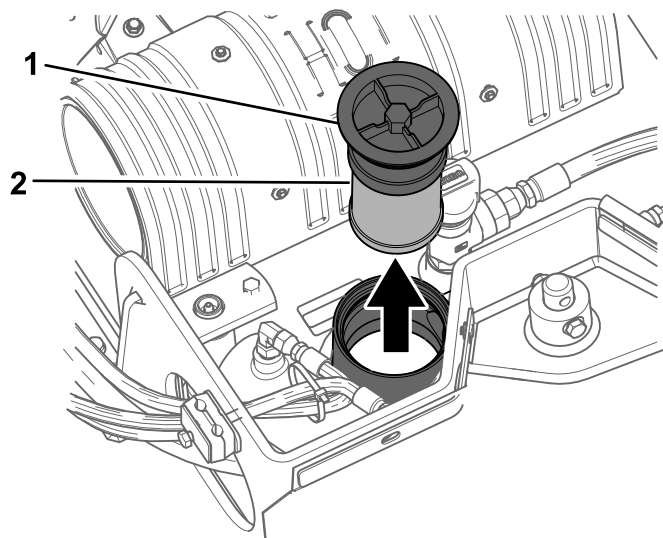

図 58
5. 油圧オイルタンクの注油口周辺とキャップをきれいに拭き、ソケットレンチで補給口からキャップとフィルタを外す 図 58。
4. 古いフィルタを外して捨てる 図 58。
5. 新しいフィルタを取り付け、キャップをして上部ボルトを $21-25 \text{ N}\cdot\text{m}$ $2.3-2.8 \text{ kg}\cdot\text{m}$ = $200-240 \text{ in}\cdot\text{lb}$ にトルク締めする 図 58。
5. 油圧オイルタンクのフィルタとキャップ 図 58 を取る。
10. フィルタを取り付け、キャップをして上部ボルトを $21-25 \text{ N}\cdot\text{m}$ $2.3-2.8 \text{ kg}\cdot\text{m} = 200-240 \text{ in}\cdot\text{lb}$ にトルク締めする **図 58**。